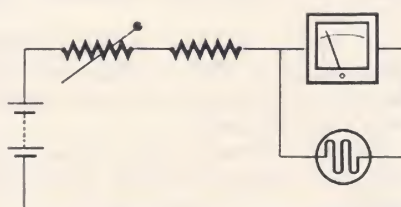

Figure 3
- 3) le poussoir P2 enfoncé seul doit permettre de mesurer les éclairages forts au moyen du schéma de la figure 3 ;